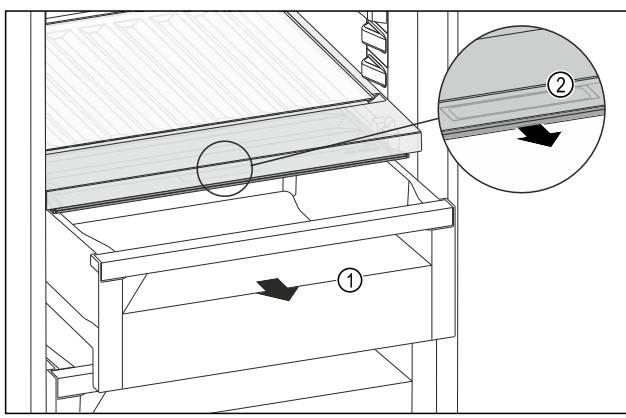

Fig. 163
- ▶ Schubfach Fig. 163 (1) herausziehen.
- ▶ Griffmulde Fig. 163 (2) am Fachdeckel anfassen und Fachdeckel gleichzeitig nach vorne ziehen.